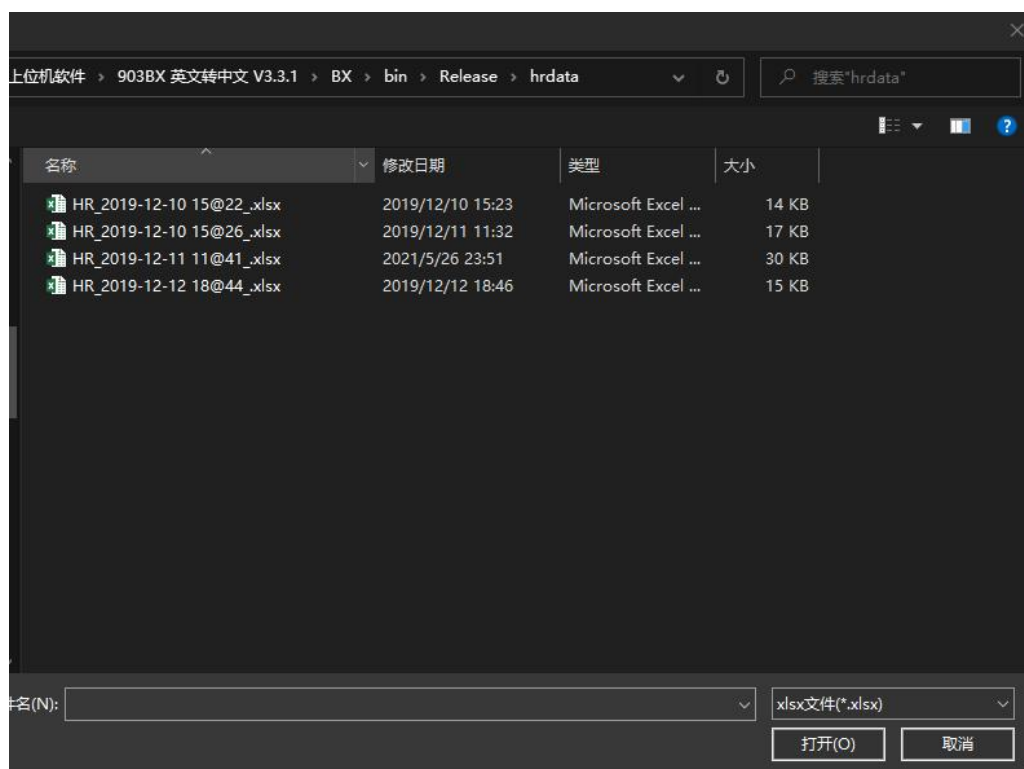

图 4.94 零序阻抗试验数据读取界面
(1) 图 4.87 所示界面, 点击“读取数据”, 软件自动跳转到 **zrdata** 文件夹, 如图 4.94 所示, 选择所需要读取的文件, 然后点击打开, 可读取多个数据 (一次读取一个数据), 数据读取成功后如图 4.95 所示, 点击下拉菜单, 切换读取的数据。